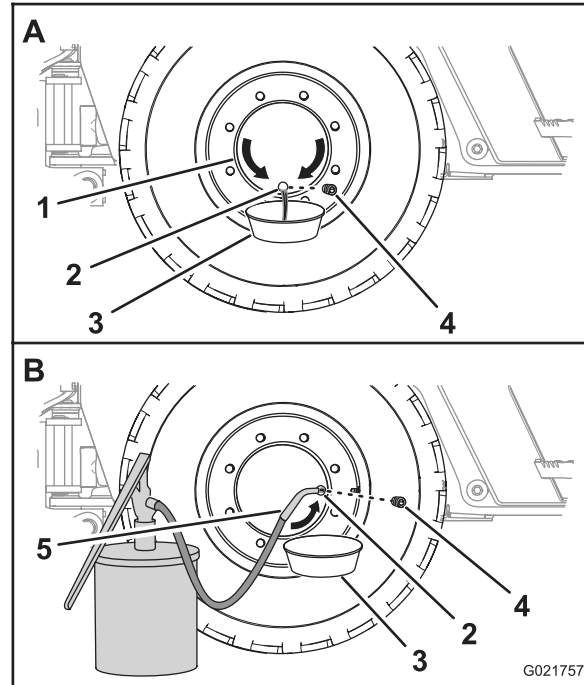

Figure 66
1. Faites avancer ou reculer la machine jusqu'à ce que le bouchon du moyeu de roue soit à la position 6 heures (Figure 66).
2. Placez un bac de vidange sous l'orifice d'huile du moyeu de roue (Figure 66).
3. Retirez le bouchon et vidangez l'huile du train planétaire (Figure 66).
5. Faites avancer ou reculer la machine jusqu'à ce que le bouchon du moyeu de roue soit à la position 3 heures ou 9 heures (Figure 66).